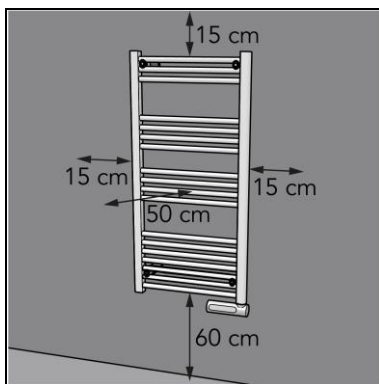

Figura 6
2. Așezați dispozitivul la o distanță de minimum (Figura 6):